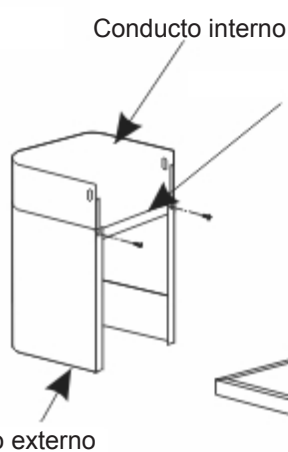

fig. 6
- Enrosque la horquilla plana a la parte trasera de la parte inferior de la chimenea (fig. 6)